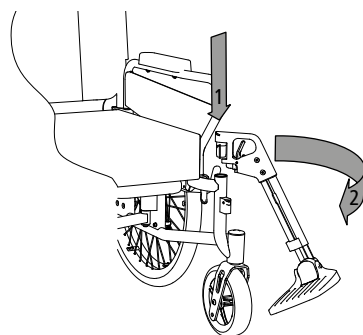

Abb. 4
1. För in benstödet i fästet uppifrån och från sidan (1, bild 4). Vrid sedan stödet framåt (2, bild 4) tills ett tydligt ljud hörs när det låser i läge.